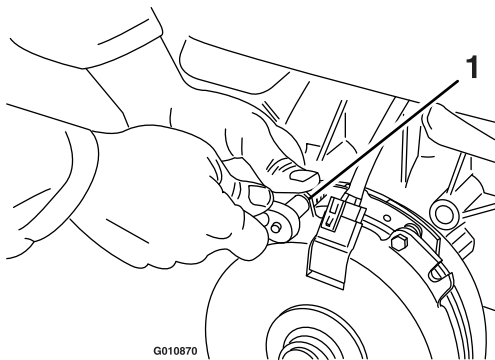

Figure 71
- A. Desserrez les deux boulons de montage de frein d'un demi à un tour complet, comme montré à la Figure 71.